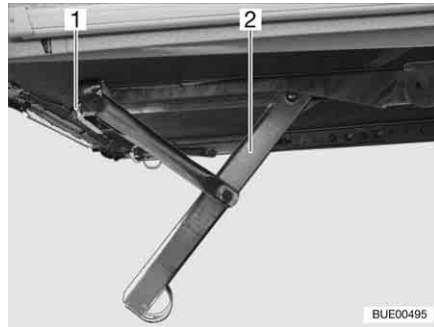
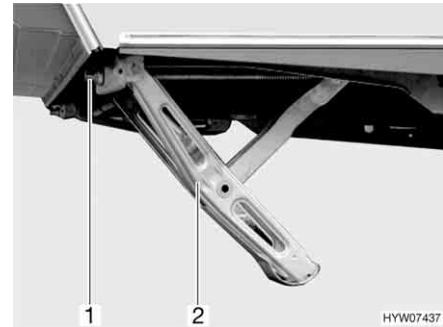

Fig. 19 Piedini di stazionamento a manovella abbassati (variante 1)
Fig. 20 Piedini di stazionamento a manovella abbassati (variante 2)
- Inserire la manovella in dotazione di serie nell'esagonale (Fig. 19,1 o Fig. 20,1) del piedino di stazionamento a manovella (Fig. 19,2 o Fig. 20,2).